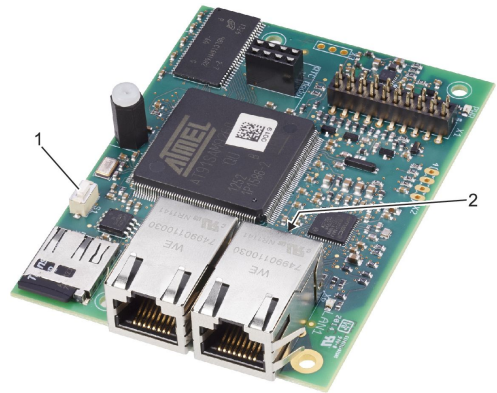

Fig. 14: Bouton-poussoir de réinitialisation
Le bouton de réinitialisation (Voir la Fig. 14/1) permet de choisir entre deux configurations IP et l'état d'origine au moment de la livraison.
L'EM-IP possède un bouton-poussoir de réinitialisation (Voir la Fig. 14/1).
- ▶ Appuyez brièvement sur le bouton-poussoir de réinitialisation (Voir la Fig. 14/1) (4 secondes maximum).
- ⇒ La LED de statut (Voir la Fig. 14/2) s'allume en rouge pendant 2 secondes, puis le module est redémarré.
Pendant la phase de démarrage, la LED de statut (Voir la Fig. 14/2) est orange.
- ▶ Maintenez le bouton de réinitialisation (Voir la Fig. 14/1) enfoncé pendant plus de 15 secondes.
- ⇒ La LED de statut (Voir la Fig. 14/2) clignote en orange.
- ▶ Appuyez sur le bouton-poussoir de réinitialisation (Voir la Fig. 14/1) pendant 5 à 9 secondes (9 secondes maximum).
- ⇒ La LED de statut (Voir la Fig. 14/2) clignote en vert, et l'EM-IP est réglé sur l'adresse IP par défaut (169.254.0.1) jusqu'au prochain redémarrage.
- ▶ Appuyez sur le bouton-poussoir de réinitialisation (Voir la Fig. 14/1) pendant 10 à 14 secondes (14 secondes maximum).
- ⇒ La LED de statut (Voir la Fig. 14/2) clignote en vert/rouge (par alternance) dès que le serveur DHCP est activé.